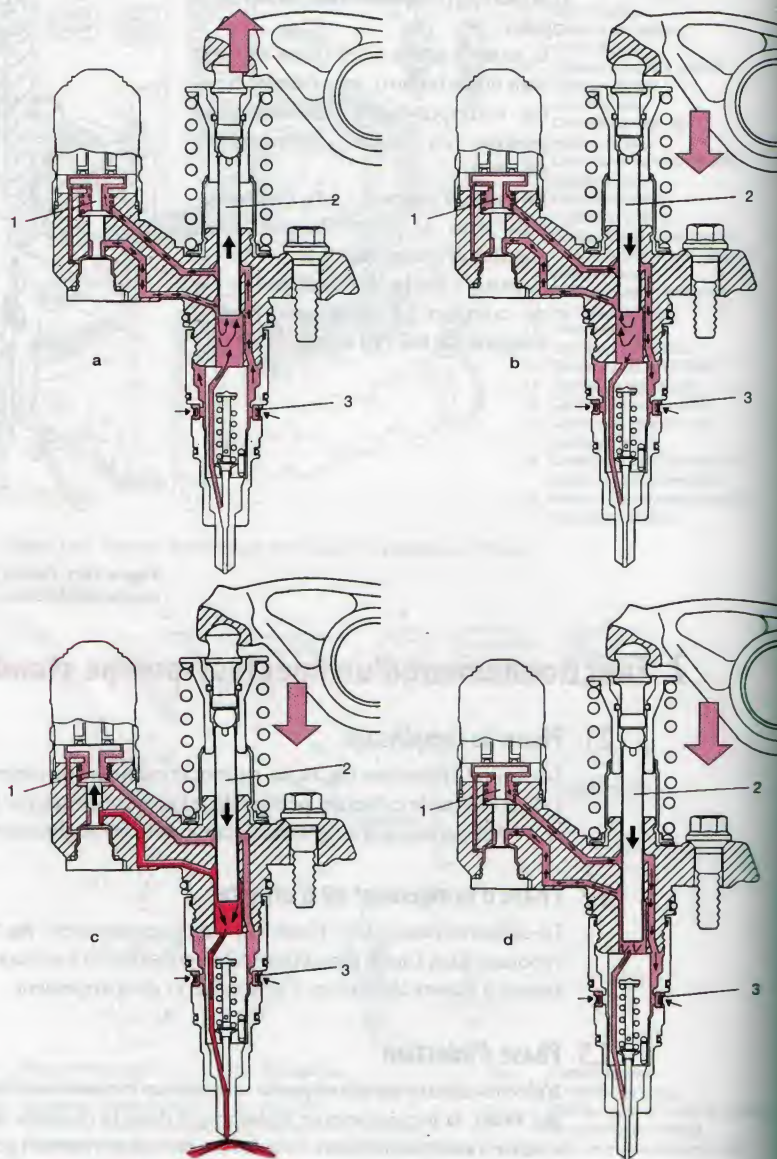

Figure 79.2. Différentes phases
- la partie « injecteur » (3) (pulvérisation dans le cylindre), avec buse, aiguille, et ressort (fig. 79.2) ;
- Un réglage est nécessaire lors du montage du porte-injecteur-pompe sur la culasse (positionnement du culbuteur par réglage, **fig. 79.2**).